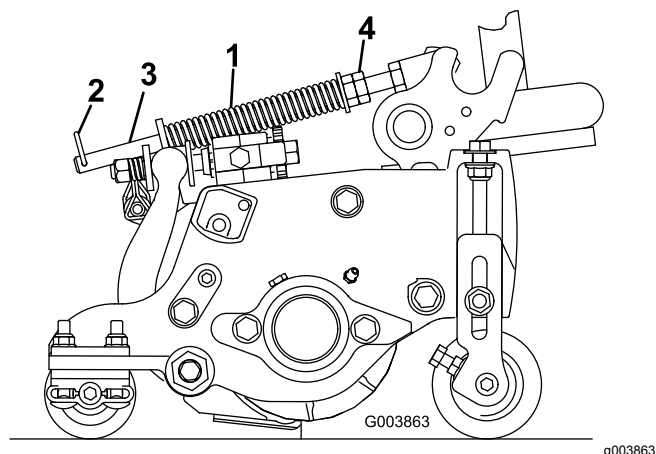

Рисунок 15
- Убедитесь в том, что шплинт вставлен в заднее отверстие штока пружины (Рисунок 15).
- Затяните шестигранные гайки в передней части штока пружины так, чтобы сжатая длина пружины стала равна 12,7 см на Reelmaster 5410 (с 5-дюймовыми режущими блоками) или 15,9 см на Reelmaster 5510 (с 7-дюймовыми режущими блоками) (Рисунок 15).
Пружина компенсации состояния грунта (Рисунок 15) переносит вес с переднего на задний каток. (Это помогает снизить волнообразный рисунок на грунте, также называемый волнами или неровностями.)